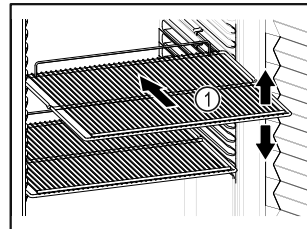

Fig. 38
- ☐ Wenn Abstellroste Fig. 38 (1) versetzbar sind, je nach Höhe anpassen.